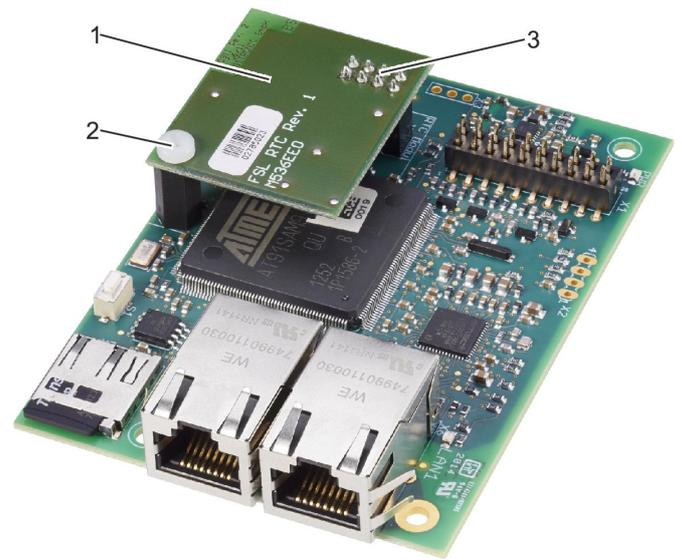

Abb. 46: RTC-Modul montieren
2. ▶ Befestigungsschraube (Abb. 46/2) der RTC-Moduls (Abb. 46/1) entfernen.
5. ▶ RTC-Modul (Abb. 46/1) mit den Verbindungsstiften (Abb. 46/3) in den 8-poligen Steckplatz des Erweiterungsmoduls EM-IP einschieben.
6. ▶ RTC-Modul mit Befestigungsschraube (Abb. 46/2) am Erweiterungsmodul EM-IP befestigen.